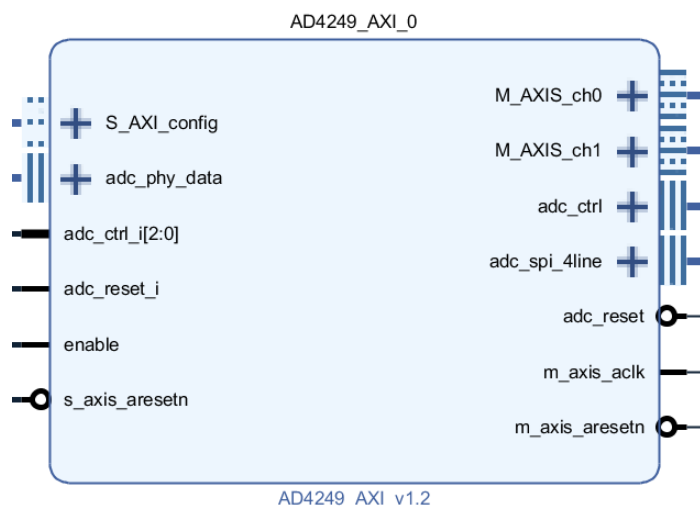

图 4-17 A/D IP 接口示例
- AI 模块的功能是负责配置 A/D 芯片,同时将 A/D 芯片转换成的数字信号经过处理转换,通过 AXI Stream 的数据接口输出。不同的芯片对应的逻辑也不同,但是都应具备 AXI-Lite 的寄存器配置接口,AXI Stream 的数据接口或其他输出信号接口,AXI4 Lite 可以实现将上位机配置下来的静态信息通过一定的协议(比如 SPI)配置到 A/D 芯片的寄存器中。该模块将数据接口上的数据经过一定的格式转换,将每个通道的数据通过 AXI Stream 的数据格式传送到下一个模块。另外,建议 AI 模块自带校准功能,可以对输入信号的幅度和偏置进行微调。下图是 AD4249 A/D 芯片的 IP 模块对外的接口,如图 4-17 A/D IP 接口示例所示, S\_AXI4\_config 负责寄存器的读写、M\_AXIS\_ch0 是通道 0 的 stream 数据接口、M\_AXIS\_ch1 是通道 1 的 stream 数据接口,其余为时钟、A/D 芯片与 FPGA 的硬件物理接口。对于多通道的 A/D 模块,如果是扫描式工作,输出 M\_AXIS 接口数据需要使用 tlast 信号作为当前使能通道最后一个通道数据的标记,用于 RxEngine